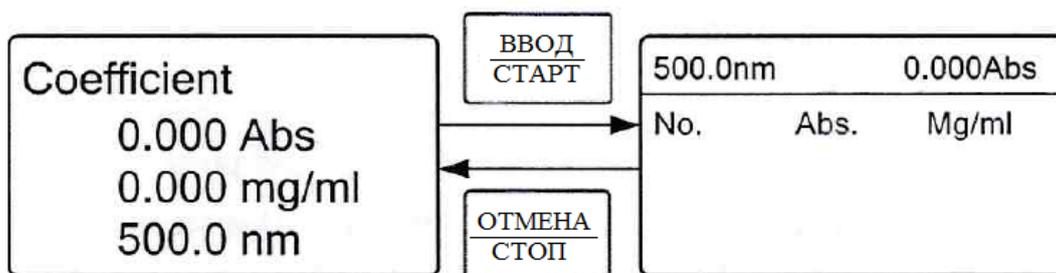

Рисунок 20. Измеренные значения концентраций
2.4.3.7. Установите в траекторию светового потока кювету с исследуемым раствором и закройте крышку. На дисплее будут отображаться значения измеренной оптической плотности и рассчитанной концентрации. Нажмите кнопку “ВВОД/СТАРТ”, при этом спектрофотометр будет отображать значения параметров в табличной форме (см. рис. 20), где столбцы “N”, “Abs” и “mg/ml” означают номер измерения, измеренная оптическая плотность, вычисленное значение концентрации.